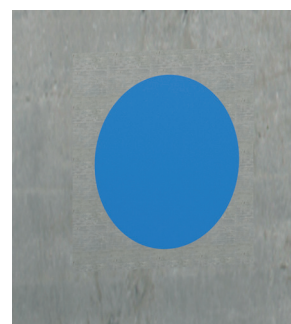

Fig. 2
- Realizar a segunda betonagem. Esta operação consiste em preencher os orifícios das caixas, certificando-se de que não fica nenhum ressalto no canal (fig. 2).
- Realizar a segunda betonagem. Esta operação consiste em preencher os orifícios das caixas, certificando-se de que não fica nenhum ressalto na obra civil (fig. 2).